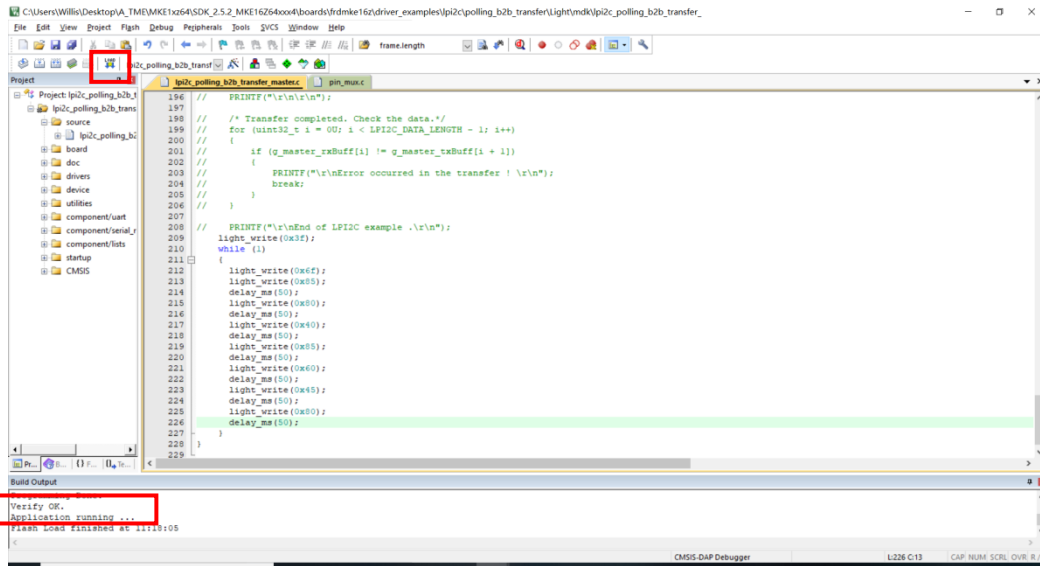

图 3.3.7 烧录程序
- (4) 最后在上方工具栏中找到双箭头标志 ，点击下载程序到开发板上，烧录完成后界面下方的输出窗口 Build Output 中会显示“Verify OK”，则表示烧录成功，如图 3.3.7 所示：